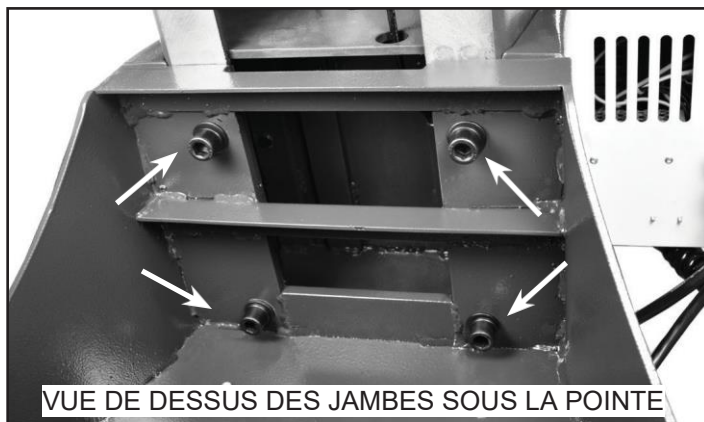

FIG. 6
4. Fixez le banc du tour aux pieds du support à l'aide des huit rondelles (I, # F2), des rondelles à ressort (# F3) et des boulons à tête hexagonale (# F4). La figure 6 montre 4 boulons fixant les jambes à l'extrémité de la poupée du tour.